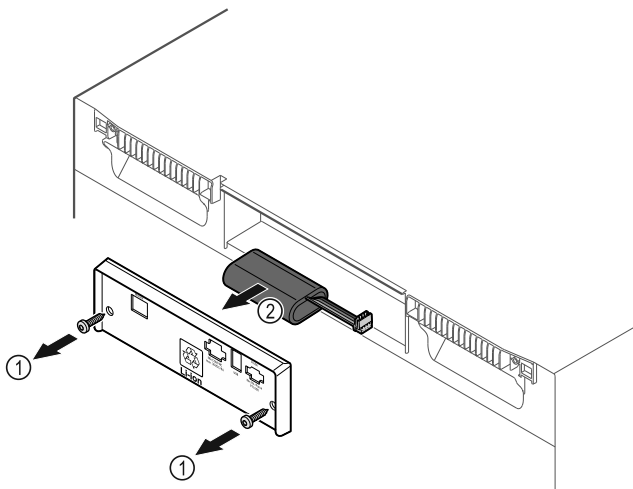

Fig. 226
- ▶ Schrauben herausdrehen und Abdeckung auf der Rückseite des Gerätes entfernen Fig. 226 (1).
- ▶ Batterie abstecken und herausnehmen Fig. 226 (2).